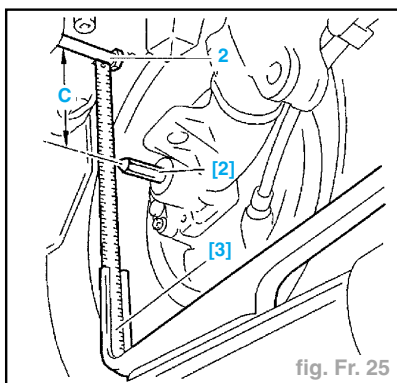

fig. Fr. 25
- Placer la vis de l'amortisseur (2) Ø 12 mm, à son emplacement (fig. Fr. 25).